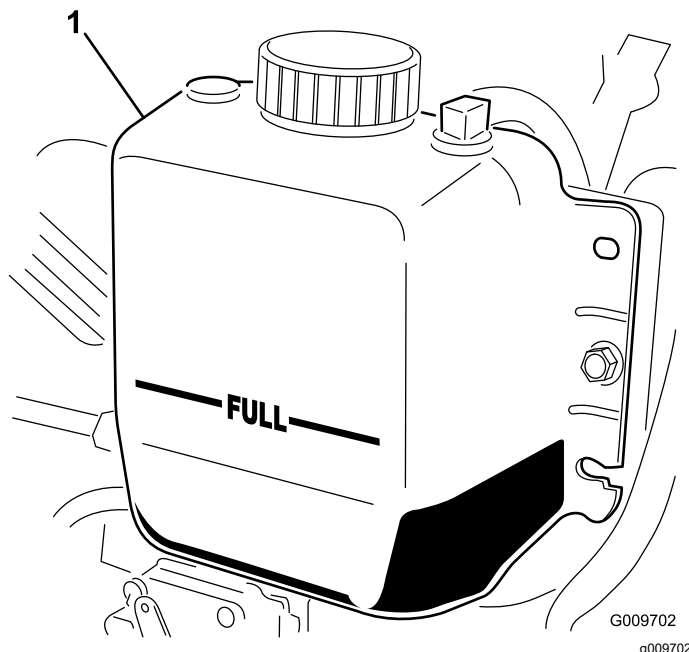

Figure 34
2. Vérifiez le niveau du liquide de refroidissement dans le radiateur. Le radiateur doit être rempli jusqu'en haut du goulot de remplissage et le vase d'expansion jusqu'au repère maximum (Figure 34).